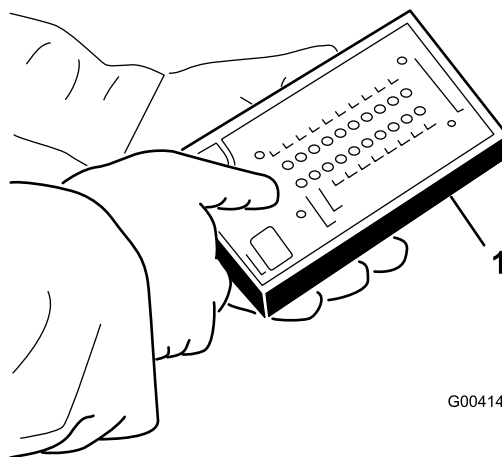

Рисунок 51
5. Подсоедините разъем диагностического дисплея ACE к разъему жгута проводов (Рисунок 51).